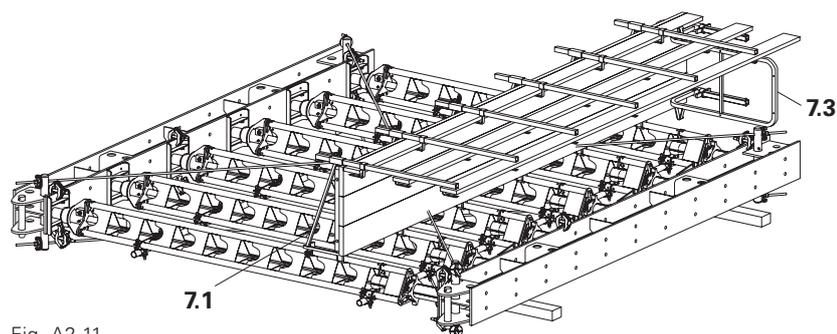

Fig. A2.11
4. Mettre en place et bloquer en position les cales bois et planches de garde-corps. (Fig. A2.11)